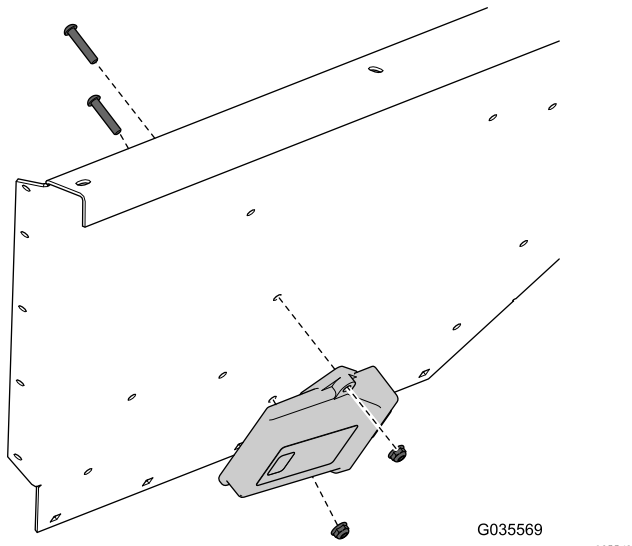

Figure 3
8. Déposez l'unité de base de la télécommande sans fil de l'aile (Figure 3).